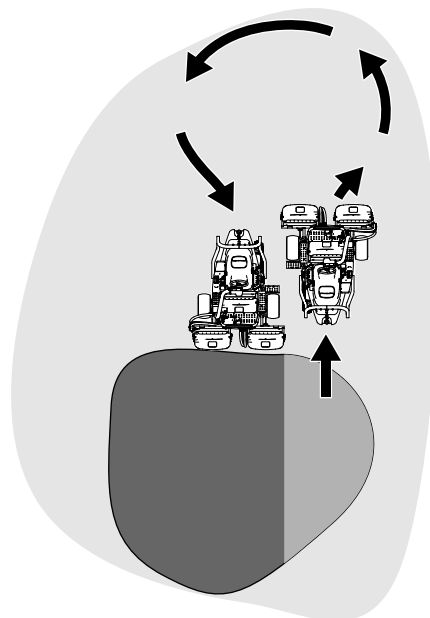

Figura 23
6. Para reduzir o tempo de funcionamento e facilitar o alinhamento para o próximo passo, oriente a máquina momentaneamente para a direção contrária, virando depois a máquina na direção da zona por cortar. Este movimento é uma volta em forma de gota (Figura 23) que alinha rapidamente a máquina para a próxima passagem.